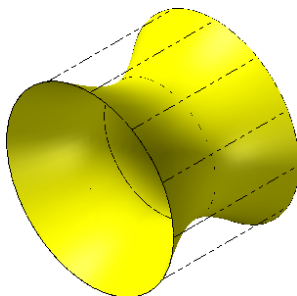

图 11-37 旋转五轴实例
① 打开光盘中的“第 11 章\原始图形\11.6 旋转五轴加工曲面.MCX-7”文件，图 11-37 所示为旋转五轴实例。